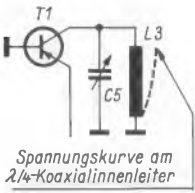

Bild 3. Prinzip des Parallelkreises im UHF-Bandfilter
1) Limann: Fernsehtechnik ohne Ballast, 4. und 5. Auflage, Bild 3,25 und 3,27.
Auch der Primärkreis L 3 – C 5 des UHF-Bandfilters ist voll an den Kollektor des Transistors T 1 angekoppelt. Wegen der geringen Ausgangskapazität und der niedrigen Eigeninduktivität von Transistoren konnte der Kreis nach Bild 3 im Gegensatz zur Röhrentechnik als Parallelkreis ausgebildet werden. Die Induktivität L 3 ist als  $\lambda/4$ -Koaxialinnenleiter aufgebaut. Nach Bild 3 liegt damit das Spannungsmaximum am Kollektor. Primär- und Sekundärkreis des Filters sind durch einen sogenannten Koppelschlit in der Trennwand zwischen den beiden Kammern gekoppelt. Der Schlitz ist in Bild 1 durch eine Koppelspule K dargestellt.